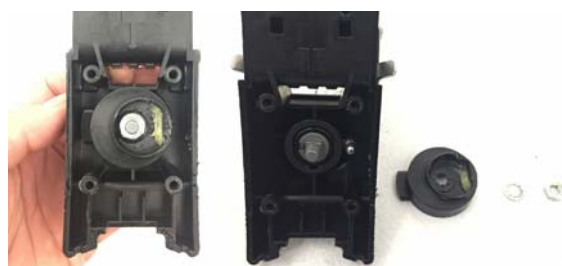

図 E2
3. ロックセット裏側のナットを外し、歯付ワッシャと回転ツメ、スリーブ（金属の筒）、キーシリンダーを取り外します。（図 E2 参照）